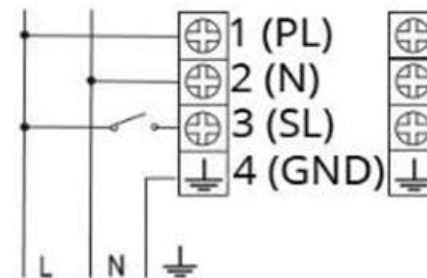

Рис. 2
- Подключение к питающей электросети светильников серии «Аварийный» (Рис. 2). Светильник имеет 4х жильный кабель для подключения.
- Жила кабеля с маркировкой 1 (PL) – подключается к фазе (линии) напрямую;
- Жила кабеля с маркировкой 2 (N) - подключаются к нолю (нейтралю) напрямую;
- Жила кабеля 3 (SL) - подключается к фазе (линии) питающей сети через выключатель;